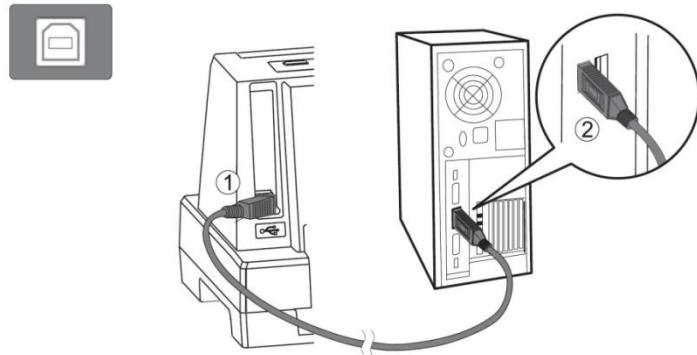

图 7
- 2) 将 USB 电缆的扁形插头插入计算机的 USB 接口中，如图 7 所示。